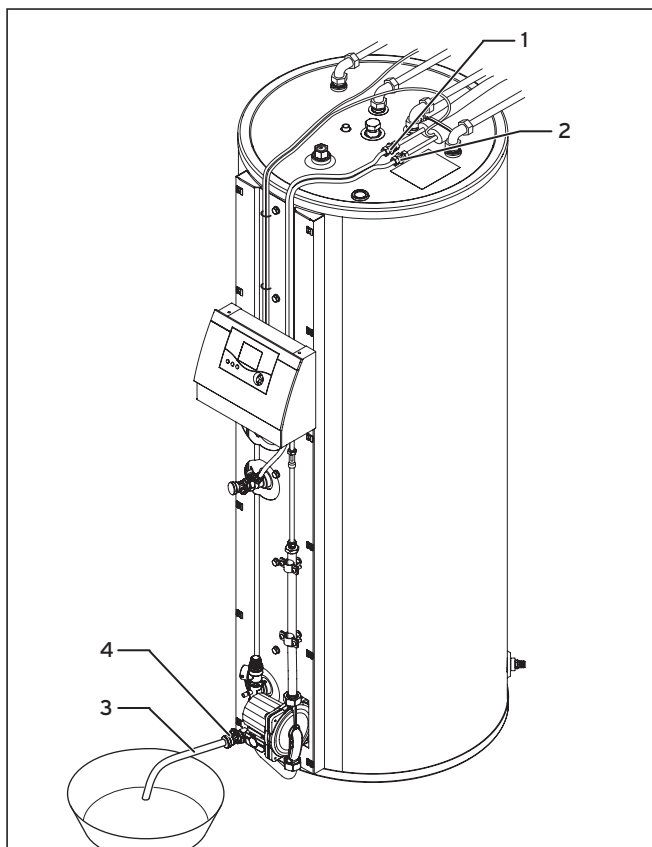

Рис. 7.4 Спуск соляной жидкости
- Теперь осторожно залейте в воронку прибл. 8,5л теплоносителя от Vaillant (арт. № 302 363), пока жидкость не станет видна в смотровом стекле (3).
- Если в гелиоустановке используется меньше 5м гибкой присоединительной трубы для гелиоустановок autoSTEP, то вслед за этим - с учетом предыдущих рабочих шагов - спустите прибл. 0,5 литров теплоносителя через нижний патрубок заполнения (см. рисунок 7.4).
- Закройте кран на верхнем патрубке заполнения (4).